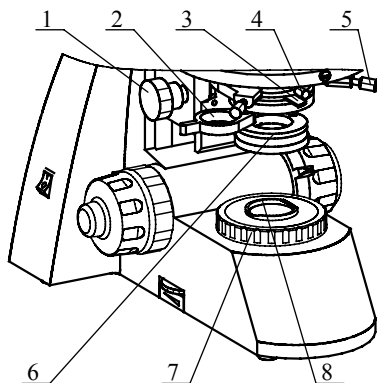

图 8
- 1) **聚光镜的组成**—聚光镜就在载物台下面，见图 8。左右两边各有一颗螺钉，用于聚光镜的调中，旋转聚光镜升降手轮可以升高或者降低聚光镜。
- 1) 旋入起偏器和推动检偏振器到工作位置, 仪器处于偏光观察工作状态。通过转动检偏振器调节盘和转动起偏振器(图 8), 把它们的刻度调到“0”位, 可达到正交状态。即起偏器处于正东西向, 检偏器处于正南北向。
**注意:** 如果之前聚光镜调整过, 可能要重新调整起偏器, 见图 8。把检偏器推入光路, 并把检偏器和起偏器都调到“0” 松开聚光镜锁紧螺钉, 慢慢旋转聚光镜使观察到的视场最黑, 然后重新锁紧聚光镜锁紧螺钉。